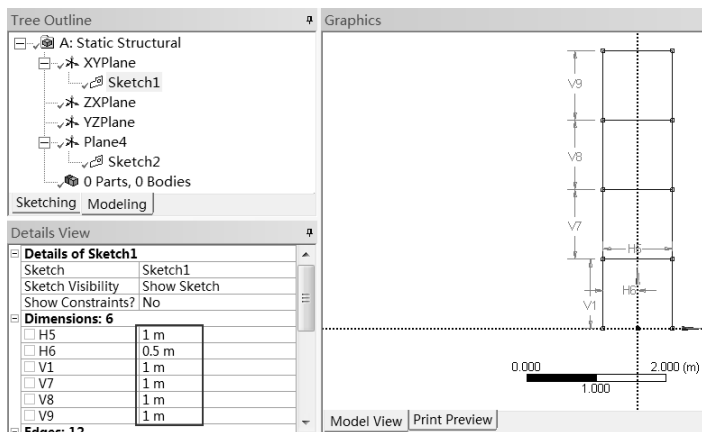

图 5-48 尺寸标注
Step13: 用同样操作完成如图 5-48 所示的模型绘制并更改尺寸。